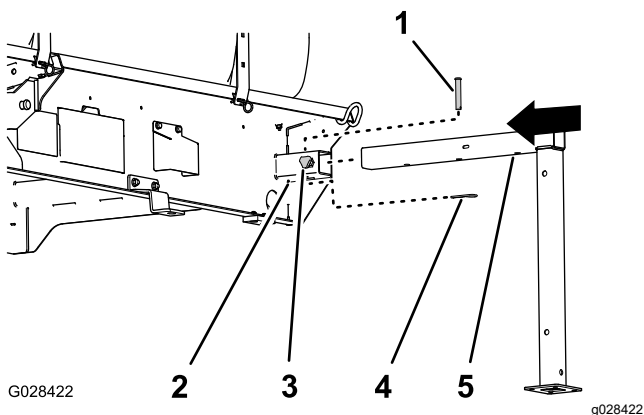

Figura 135
1. Alinee la pata de apoyo delantera con el receptor del soporte fijo de la parte delantera del depósito (Figura 135).
2. Inserte la pata de apoyo en el receptor hasta que el orificio central del tubo de la pata de apoyo horizontal esté alineado con el orificio de la parte superior del receptor (Figura 135).
4. Enrosque un pomo de bloqueo en el receptor y apriételo a mano (Figura 135).